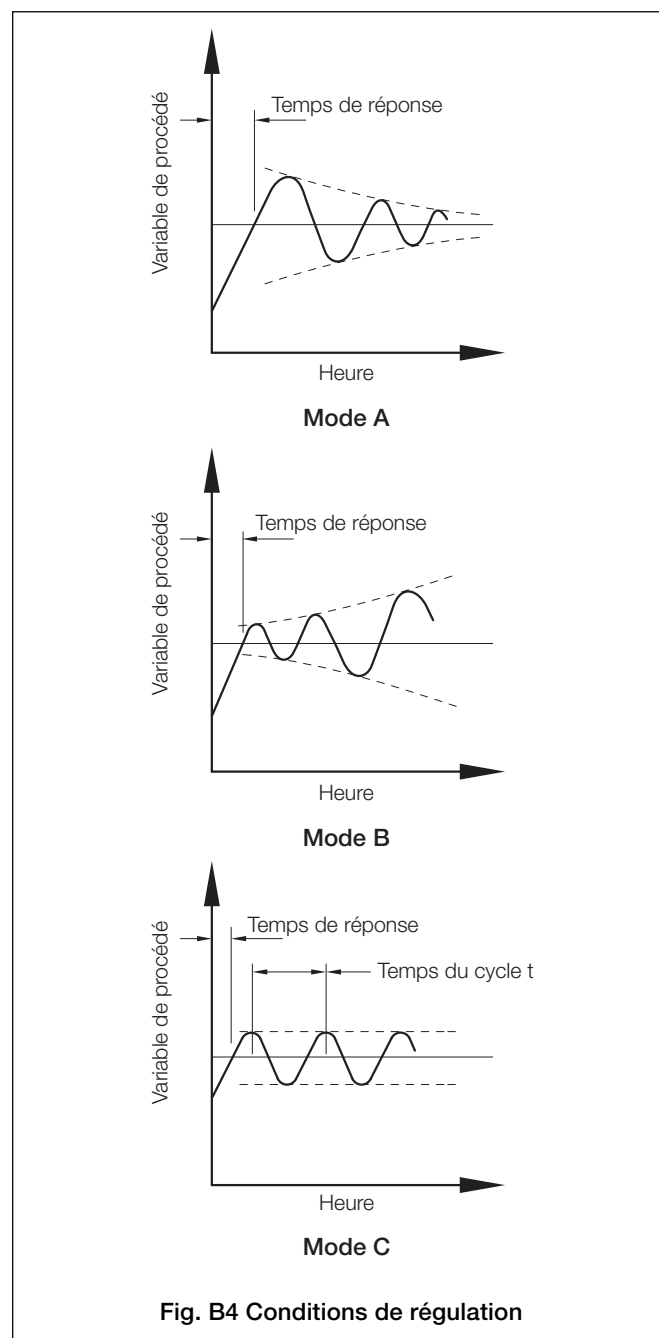

Fig. B4 Conditions de régulation
- Si le système entre en oscillation avec une amplitude croissante (Fig. B4, Mode B), réinitialisez la bande proportionnelle sur 200 %. Si l'oscillation continue comme en mode B, augmentez la bande proportionnelle jusqu'à ce que le système cesse d'osciller.
- Si le système oscille comme dans la Figure B4, Mode A, ou n'oscille pas, reportez-vous à l'étape c).
- Notez les valeurs du temps du cycle « t » (Fig. B4, Mode C) et de la **bande proportionnelle** (valeur critique).